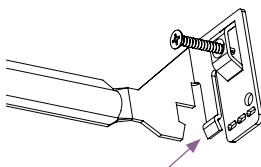

fig. 4
- c. Pour les plafonds suspendus seulement : Pliez les languettes des barres de fixation pour les verrouiller sur la grille de fixation du plafond (voir la fig. 4).